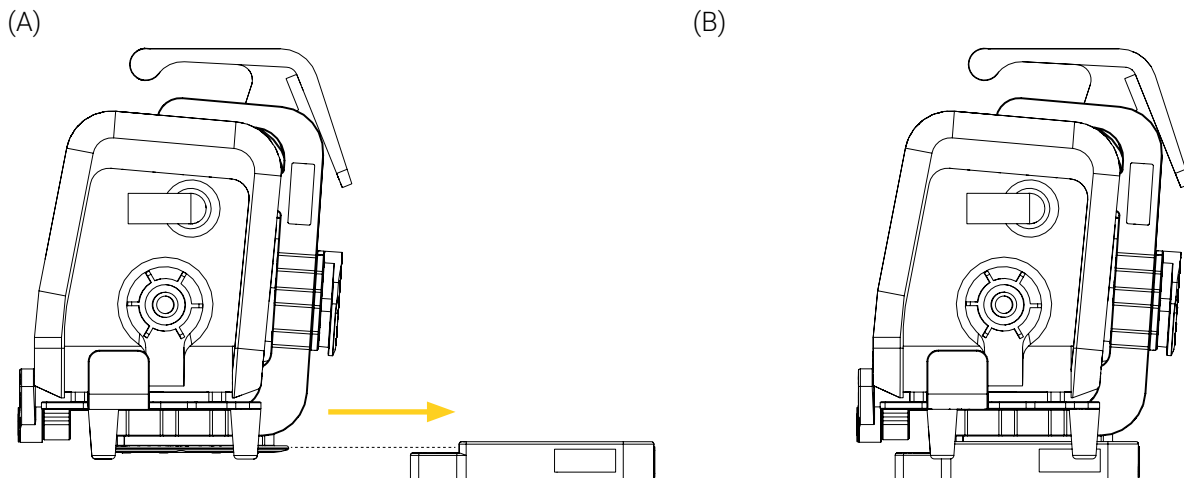

Figure 6: Installation du support de fixation dans la Base de Fixation Standard
1. Aligner et insérer le support de fixation dans la Base de Fixation Standard jusqu'à ce qu'il se verrouille (Figure 6). Consulter la section « Mécanisme de verrouillage » à la page 19 au besoin.